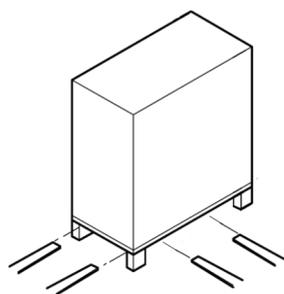
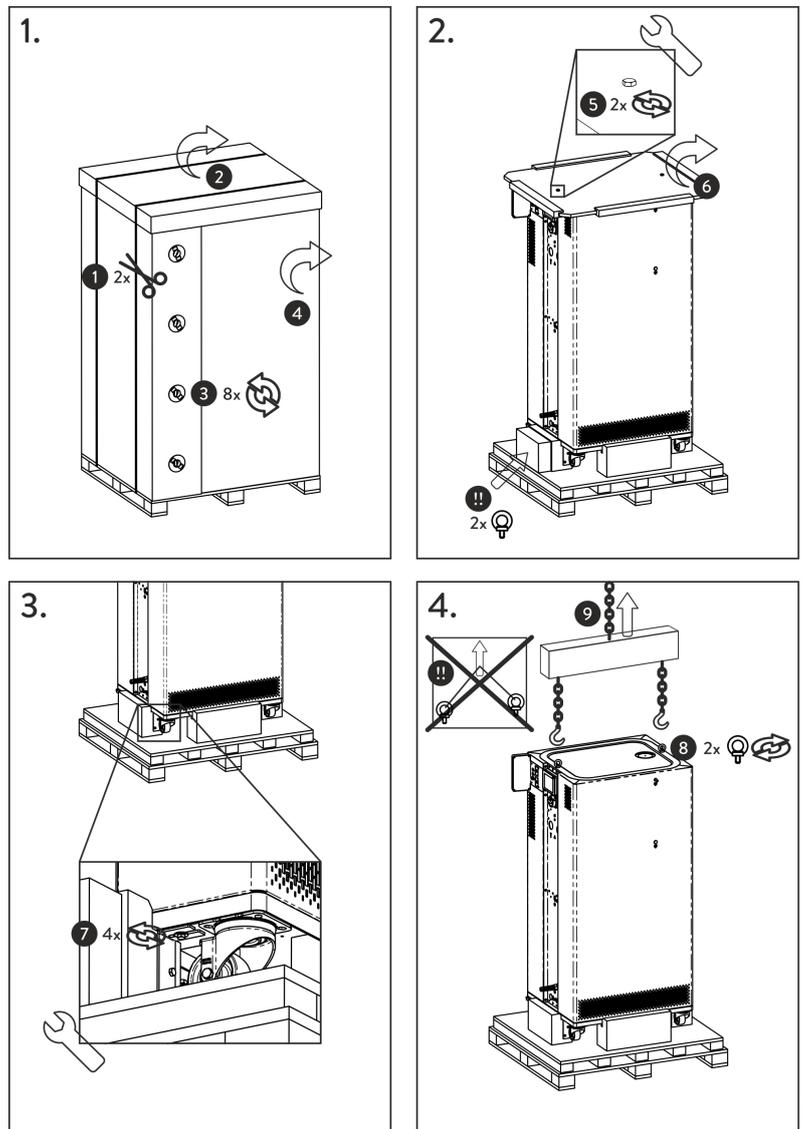

Fig. 1: Transport avec le chariot élévateur
Fig. 2: Graphique des instructions de déballage
1. **Fig. 1** : couper les sangles de cerclage ① et les retirer.
2. Soulever le couvercle de l'emballage en carton ② et le retirer.
3. Dévisser les fermetures à baïonnette ③ du carton. Pour cela, les tourner dans le sens antihoraire.
4. Retirer le carton ④.
5. **Fig. 2** : dévisser les vis ⑤ du couvercle en bois. Pour cela, les tourner dans le sens antihoraire. Retirer le couvercle en bois ⑥.
7. Fig. 2 : retirer les anneaux de manutention de l'emballage.